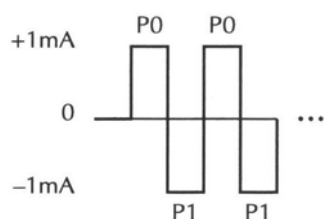

Рисунок 5-8
**Дельта –измерения** — Как объяснялось ранее, для устранения эффектов термоэдс в испытательных проводах необходимо использовать метод измерения путем реверсирования постоянного тока. Конфигурируя стандартный свип, Источник/Измеритель может функционировать как источник биполярного сигнала с заданной амплитудой. Например, если для испытания требуется фиксированный ток 1мА, стандартный свип может быть конфигурирован так, чтобы выдавать разнополярный ток между величинами +1 мА и –1мА (смотрите Рисунок 5-8). Используя Дельта-измерения на Модели 2182, эффекты термоэдс в испытательных проводах будут автоматически устраняться в процессе генерирования/измерения.